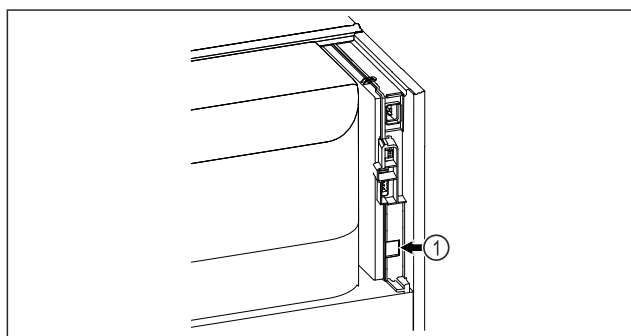

Fig. 168
- Je používán SmartModule Fig. 168 (1).